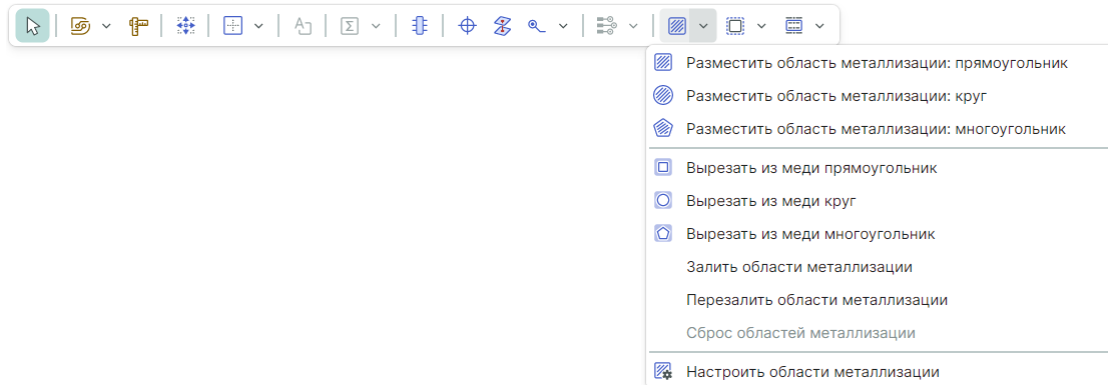

Рис. 428 Включение инструмента «Разместить область металлизации» из встроенной панели редактора с выбором формы контура
2. Активируйте инструмент «Разместить область металлизации» с выбором фигуры контура области металлизации, см. Рис. 428.